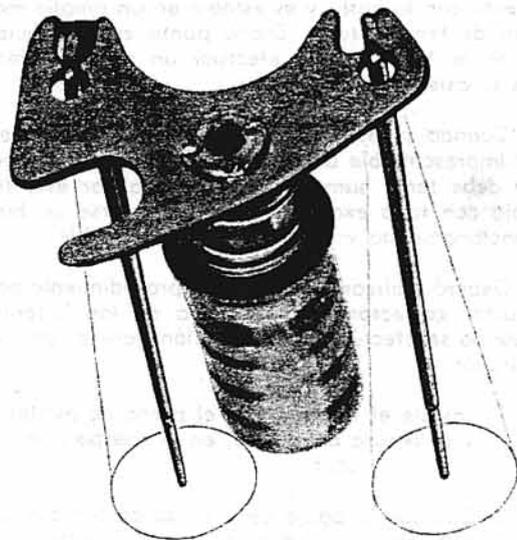

Fig. 11. - Verificar el juego libre de las agujas de sobrealimentación.
- Antes de montar el pistón del conjunto de sobre-alimentación, asegúrese que las agujas del sistema puedan moverse libremente a cada lado de la posición vertical. (Ver Fig. 11).